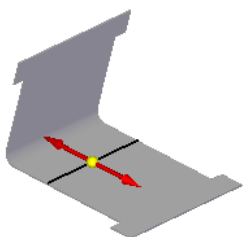
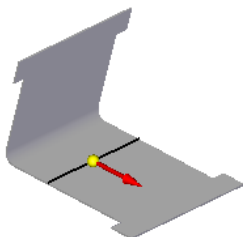
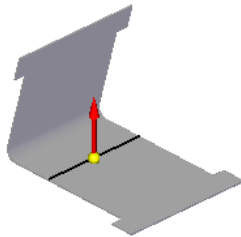

图 4.8.13 定义折弯位置
图 4.8.14 定义移动侧方向
图 4.8.15 定义折弯方向
(3) 定义折弯属性及参数。在命令条中单击“折弯位置”按钮，在“折弯半径”文本框中输入值 1.0，在“角度”文本框中输入值 75；单击“从轮廓起”按钮，并定义折弯的位置如图 4.8.13 所示的方向后单击；单击“移动侧”按钮，并将方向调整至图 4.8.14 所示的位置；单击“折弯方向”按钮，并将方向调整至图 4.8.15 所示的位置。
(4) 单击“完成”按钮，完成特征的创建。